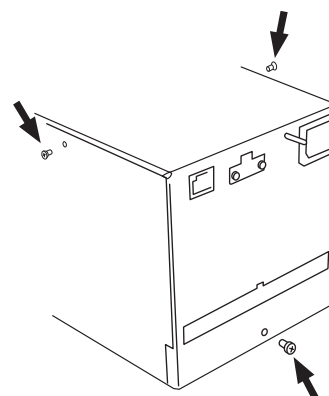

Figure 7.3.2b Emplacement des vis
3. Retirez les trois vis 'C' (figure 7.3.2b).